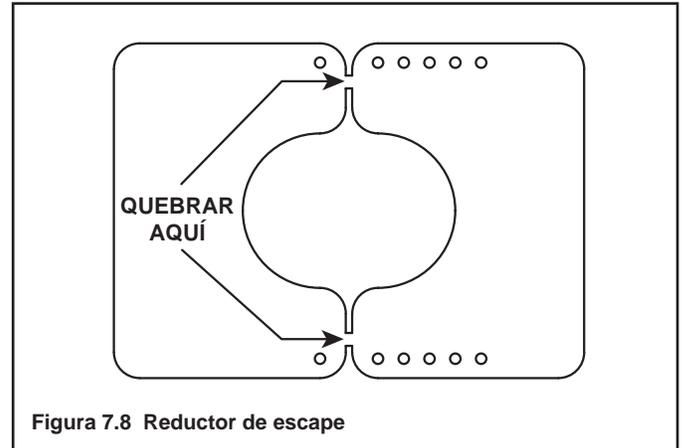

Figura 7.8 Reductor de escape
2. Quieb্রে el reductor de escape en dos partes. Usted puede hacerlo doblando la pieza de atrás para adelante hasta que se quieb্রে (consulte la Figura 7.8).